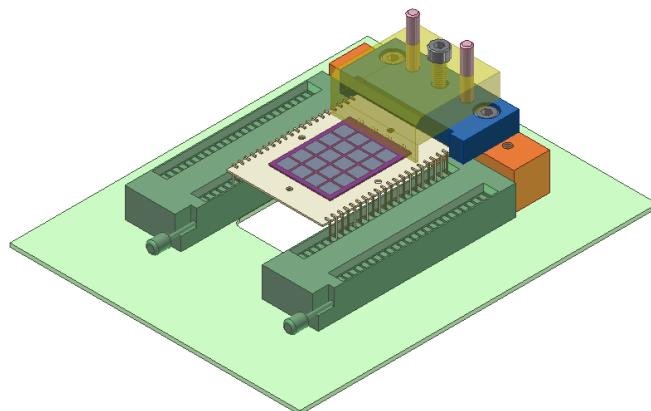

Figura 38 Base di montaggio per SDC (con sistema per la protezione dei bonding, marrone semitrasparente)
- Un sistema per la protezione dei bonding (Figura 38)